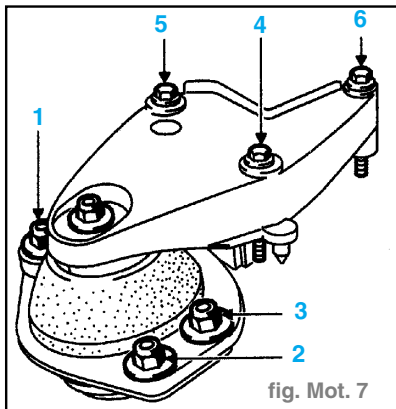

fig. Mot. 7
- l'écrou conique (1) puis les écrous (2) et (3) au couple de 9,5 daN.m, (fig. Mot. 7)
- les vis (4) et (5) puis (6) au couple de 5.5 daN.m.
- **Ordre de serrage** : (fig. Mot. 7)
- l'écrou conique (1) puis les écrous (2) et (3) au couple de 9,5 daN.m.
- les vis (4) et (5) puis (6) au couple de 5,5 daN.m.